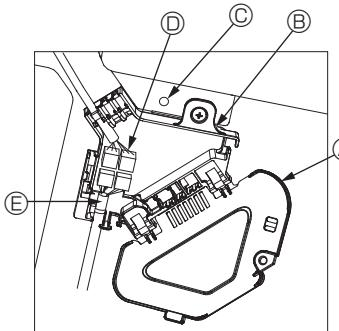

Fig. 10-8
- ① Retire el tornillo que sujeta la cubierta de la caja de conexión, y luego abra la cubierta.
- ② Conecte firmemente el conector del cable de enlace del motor de los deflectores y el conector del cable de dicho motor en la caja de conexión. (Fig. 10-8)